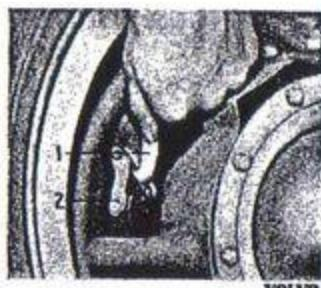

Bild 121. Justering av fotbroms.
2. Vrid undan skyddslocket (2 bild 121). Slick justernyckeln genom hålet i bromsskölden och in i ett urtagen på hjulcylinterns lock. Vrid locket utåt tills hjulet läses. Lossa därefter så mycket att hjulet roterar fritt.